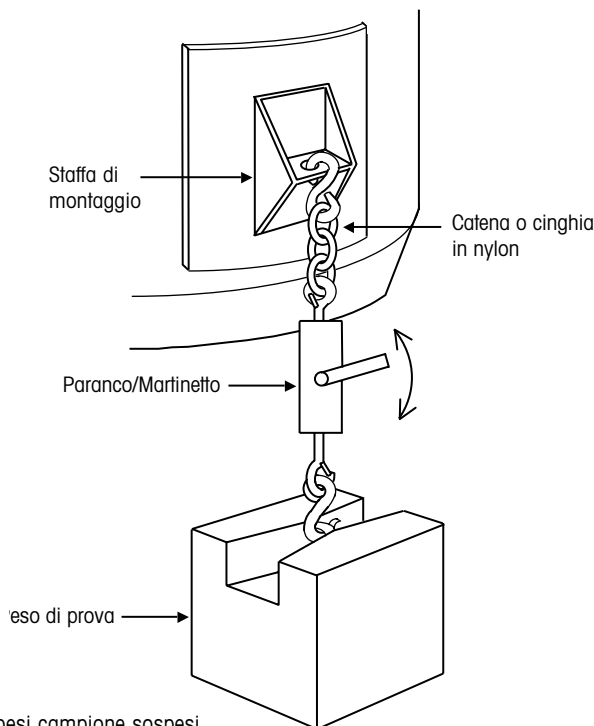

Figura 22: taratura del serbatoio con pesi campione sospesi
- 1. Pesì campione:** l'utilizzo dei pesi campione rappresenta il metodo più accurato ed è necessario per la taratura delle bilance omologate. La taratura eseguita con i pesi è piuttosto semplice da effettuare sulle bilance di piccole dimensioni, ma diventa sempre più complessa e scomoda con l'aumentare della portata della bilancia. I serbatoi e i recipienti non presentano una superficie piana sulla quale caricare i pesi, pertanto il metodo di carico deve essere pianificato in anticipo, ad esempio installando delle staffe sui lati dei serbatoi alle quali appendere i pesi, come illustrato nella Figura 22.